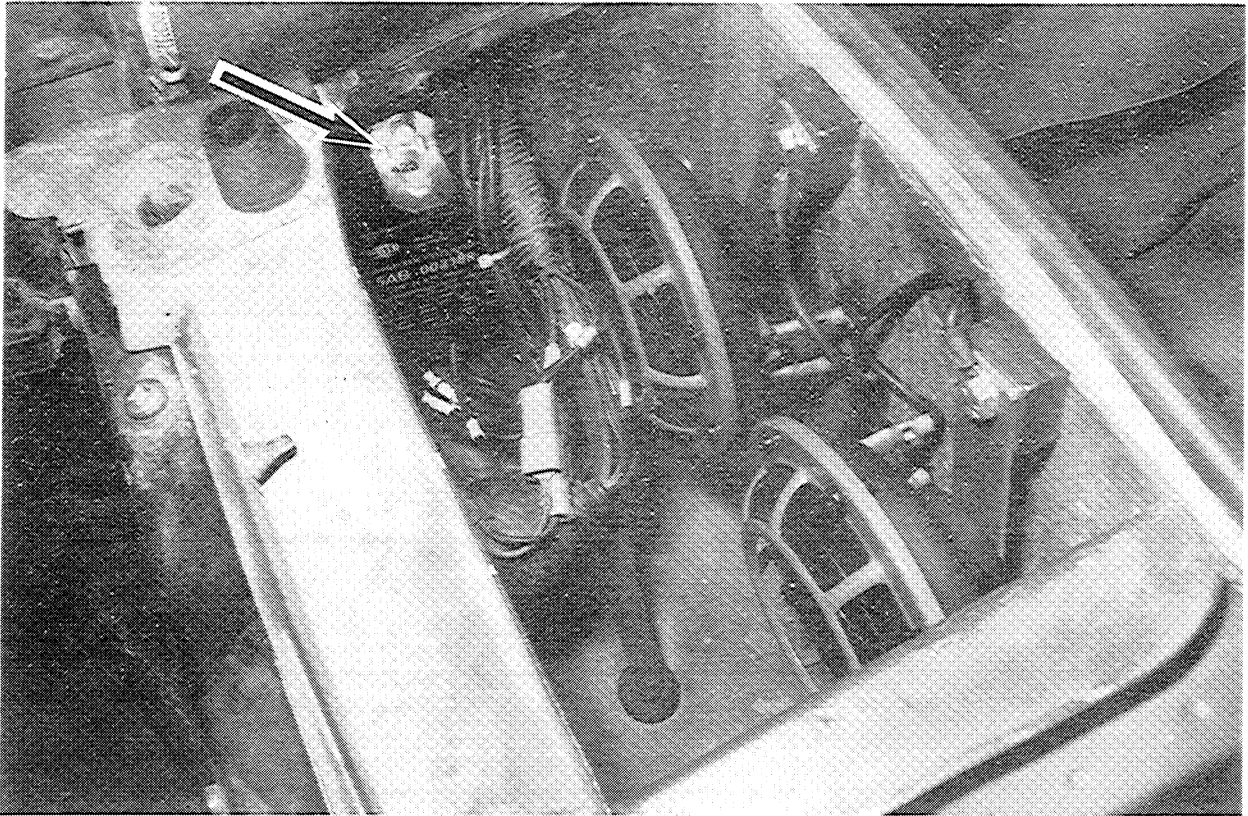
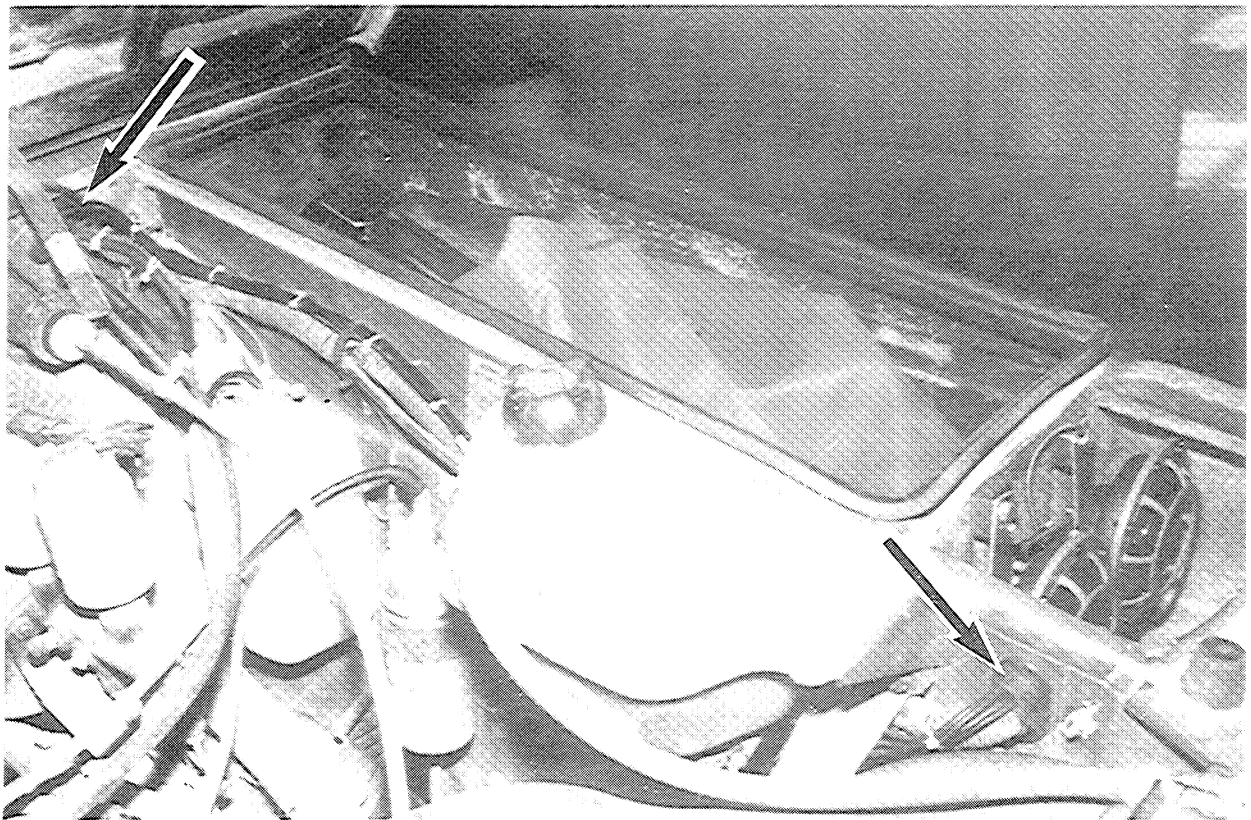

Figure 8 Sirènes en place dans le logement du phare
Figure 9 Installation des fils
- c. Sur un boulon (21), monter une rondelle à denture intérieure (23) et le fil de masse (71a). Introduire le boulon dans le support de la sirène basse tonalité (4), puis monter une pièce d'espacement (7).
- d. Placer la sirène au bas du logement, puis introduire le boulon dans le trou extérieur. Fixer ensuite le boulon au moyen d'une autre rondelle dentée (23) et d'un écrou indesserrable (22).
- f. Installer la sirène haute tonalité (4) de la manière indiquée en « c », « d » et « e », tout en prenant soin de la raccorder au fil 71b.
- g. La figure 8 montre les sirènes en place.
- a. Réunir les fiches (15) montées sur les fils (71), (84), (84A), (84B) et (86). De l'intérieur du véhicule, introduire les fiches avec leur fil dans la cloison coupe-feu, juste à côté du faisceau de câbles avant gauche; voir les flèches de la figure 9.
- k. Brancher les fiches (15) des fils 71a et 71b dans les prises correspondantes du bloc de commande de tonalité. Raccorder l'autre extrémité du fil 71a à la sirène basse tonalité et l'autre extrémité du fil 71b à la sirène haute tonalité.
- m. Brancher la fiche (15) du fil 88 dans la prise 88 du bloc de commande de tonalité. Installer le bloc de commande sur la paroi arrière du logement de phare (voir la flèche sur la figure 8), là où se trouve le trou de vis. Prendre soin d'enlever la peinture sur le bord du trou.
- n. Monter une rondelle à denture intérieure (26) ainsi que le fil de masse 88 sur le boulon (24). Introduire le boulon dans le support du bloc de commande et le fixer à la paroi du compartiment moteur avec une deuxième rondelle à denture interne (26) et un écrou indesserrable (25).
- p. Réunir les cinq fils qui courent le long du faisceau de câbles des phares dans le compartiment moteur et les fixer à tous les 3 ou 4 pouces avec les attaches (8) (voir la figure 9). Attacher également les fils installés sous le tableau de bord.